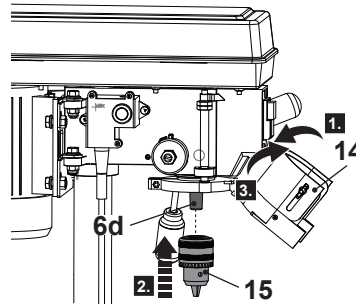

Fig. 6
1. Dobre a proteção do mandril para cima (14) (Fig. 6, passo 1).
2. Monte o mandril de perfuração (15) no fuso (6d) (Fig. 6, passo 2).
3. Coloque um pedaço de madeira na mesa de perfuração (13).
4. Rode as pegas de avanço (7) para descer o mandril de perfuração (15) para a posição mais baixa, para forçar o mandril no fuso (6d).
5. Incline a proteção do mandril para baixo (14) (Fig. 6, passo 3).